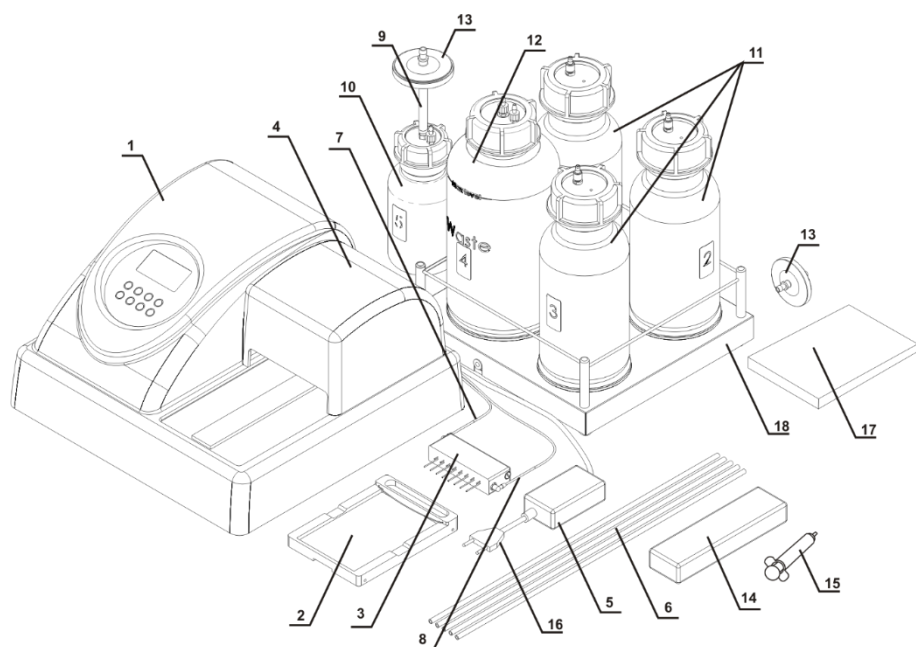
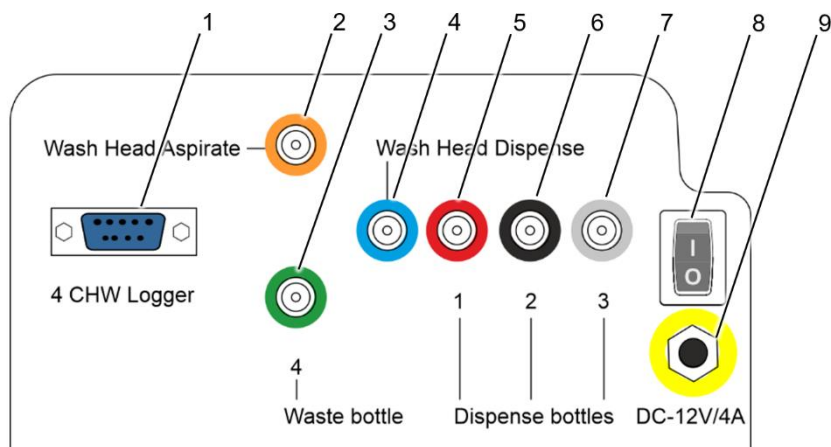
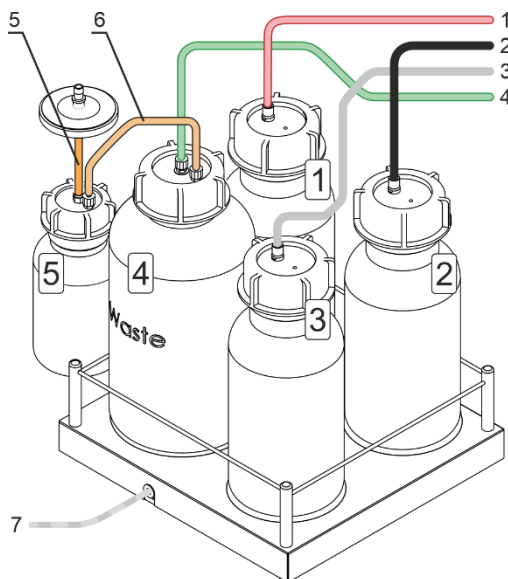

Рисунок 2. Комплектация прибора
Рисунок 4. Задняя панель
Рисунок 5. Бутылки с трубками
4.3.3 Распакуйте каретку для планшета (рис. 2/2).
Примечание. Каждая из силиконовых трубок (рис. 2/6–2/8) помечены разным цветом, совпадающим с подходящим штуцером на задней панели прибора (рис. 4). Убедитесь в том, что трубки полностью одеты на штуцера.
Штекер провода 4 CHW Logger (рис. 5/7) ¹	Гнездо 4 CHW Logger на задней панели (рис. 4/1)
Внимание! Перед тем как подключать прибор к сети, убедитесь, что выключатель питания (рис. 4/8) на задней панели прибора находится в положении **О** (выключено).
- Подключите внешний блок питания к гнезду (рис. 4/9) на задней панели.
- Подключите к внешнему блоку питания сетевой шнур (рис. 2/16).
- Включите прибор, установив выключатель питания (рис. 4/8) в положение **I** (включено).